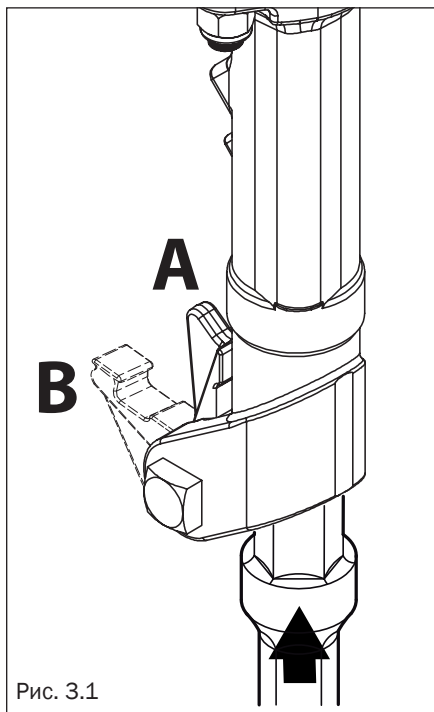

Рис. 3.1
- Откройте защелку на патроне (положение В) (рис. 3.1).
- Закройте защелку на патроне (положение А) (рис. 3.1).